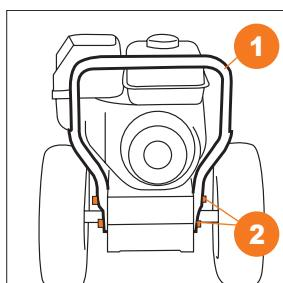

Рис. 2
- Закрепите нижнюю часть рукоятки ① к корпусу снегоуборщика с помощью четырех болтов и шайб ② (Рис. 2).